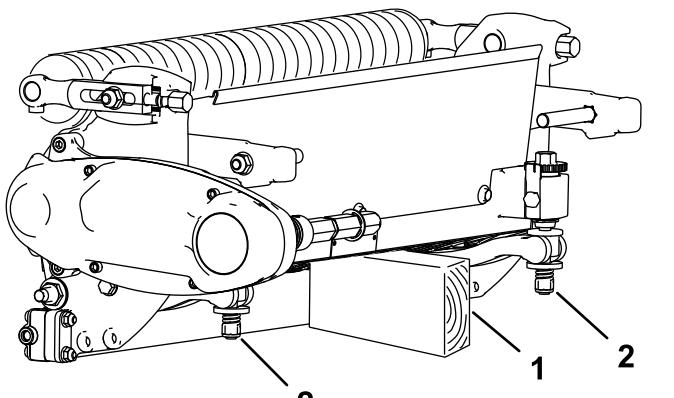

图 11
- 从机器上拆下滚刀组后应支撑住滚刀组的后部确保底刀架调节螺丝后端的螺母不会接触工作表面图 11。